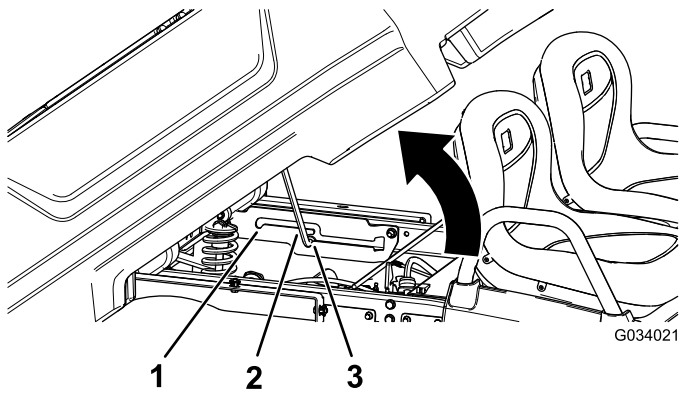

Bild 14
2. Ziehen Sie die Stützstange in den Arretierungsschlitz für die Entleeren-Stellung, um die Ladepritsche für das Entleeren zu arretieren (Bild 14).
2. Ziehen Sie die Stützstange in den Arretierungsschlitz für die Wartungsstellung, um die Ladepritsche für die Wartung zu befestigen (Bild 14).
2. Schieben Sie die Stützstange aus dem Arretierungsschlitz heraus (Bild 14).